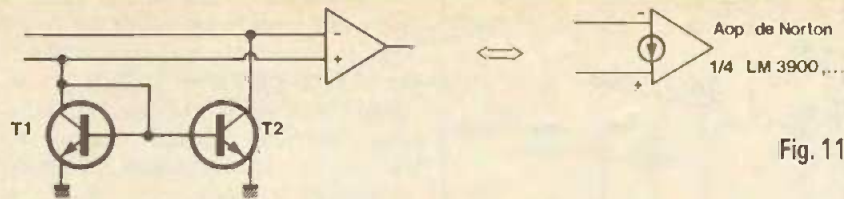

Fig. 11
**AMPLIFICATEUR DE NORTHON** (fig. 11)